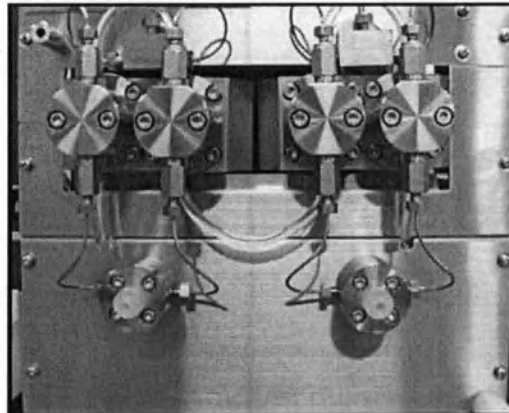

Рис. 3-18. Промывочный порт
1. Наполните шприц 10 мл деионизированной воды. Вставьте в промывочный порт. (Рис. 3-18).